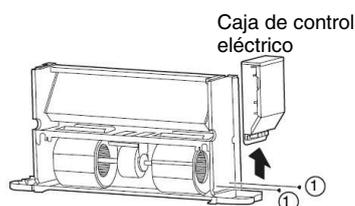

Figura 4-7 Extracción de la caja de control eléctrico
- f) Para extraer la caja de control eléctrico, retire los tornillos ①x2 como se indica en la Figura 4-7.